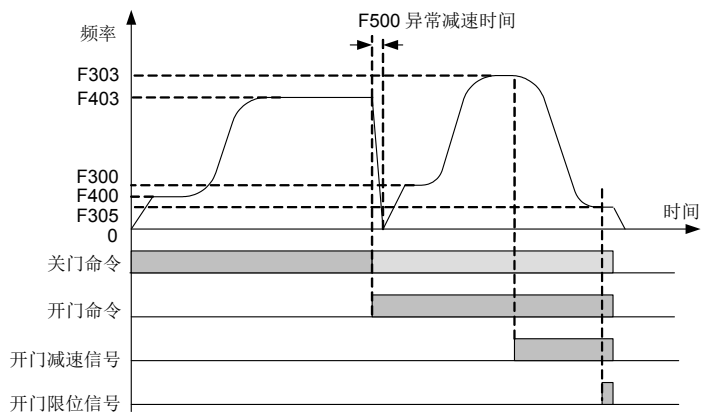

图 4-17 速度控制关门过程中开门命令有效运行曲线
1. 速度控制方式，在关门过程中开门命令有效曲线如图 4-17 所示：